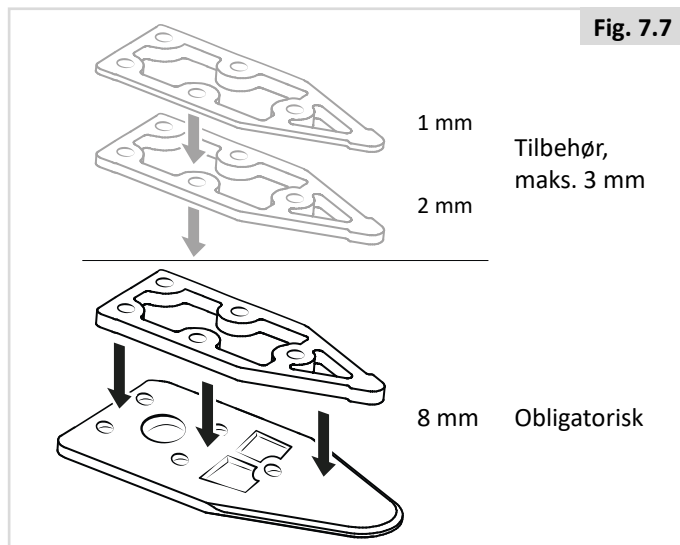

Fig. 7.7
2. Anvend flere afstandsstykker for at opnå den ønskede tykkelse i forhold til brugervægt og dæktryk m.m. Der kan monteres yderligere afstandsstykker under låsestationen (Fig. 7.7). Ret låsepladens højde under kørestolen ind med dockingstationens afstandsstykker mellem dockingstationen og køretøjets bund, så dockingstationen hæves.